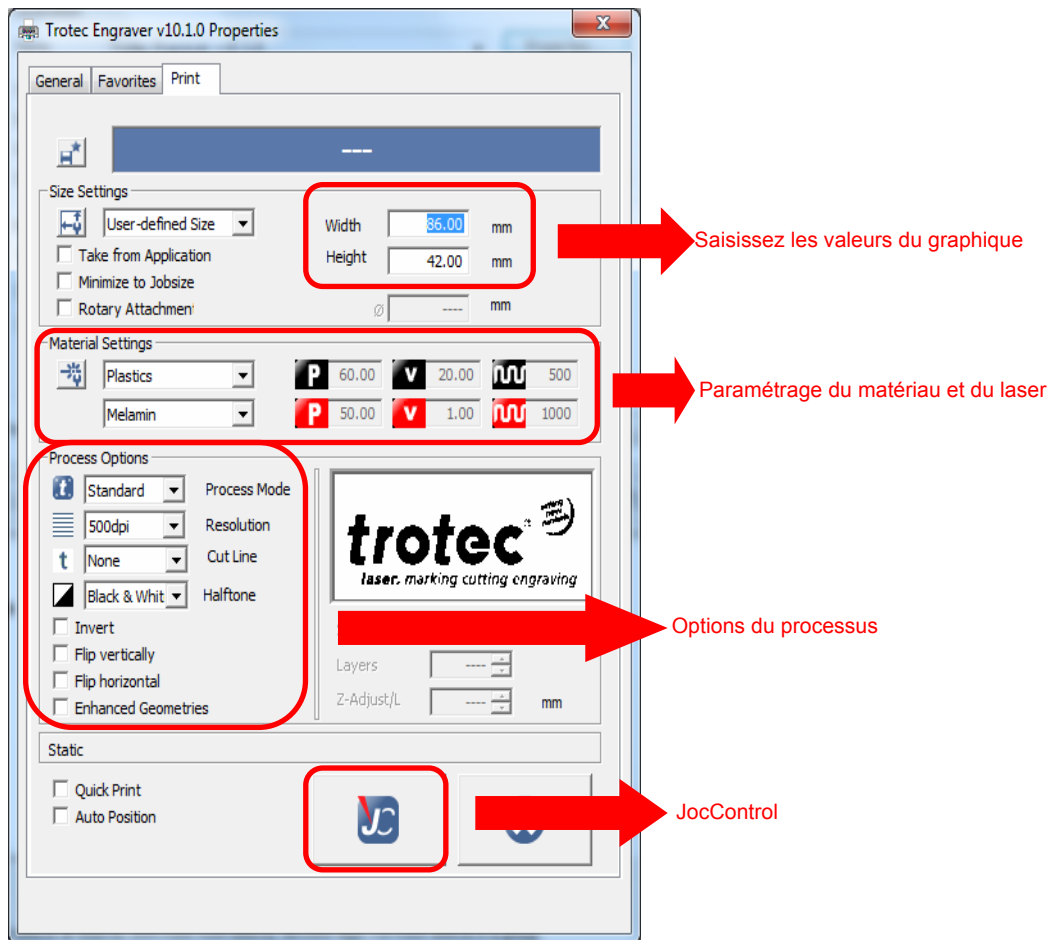

Figure 10: Fenêtre d'aperçu "préférence"
- Cliquez sur "préférences" (une nouvelle fenêtre s'ouvre) → saisissez la hauteur et la largeur du graphique sélectionné (copier les valeurs présentes dans CorelDRAW + 1 mm, afin d'empêcher que le graphique ne soit coupé), Options de processus "Standard", résolution 500 dpi → cliquez sur "JC" (JobControl) pour envoyer le job vers le logiciel trotec spool file (voir figure 10)